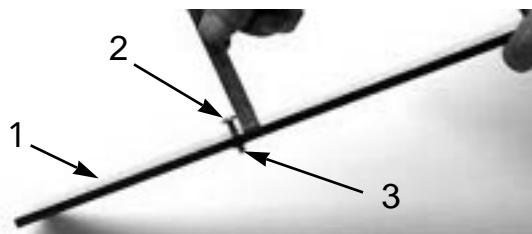

図19
4. ゲージバー（図19）のナットをゆるめ、調整ネジを希望の刈り高に合わせる。ネジ頭の下からバーの表面までの距離が刈り高となる。